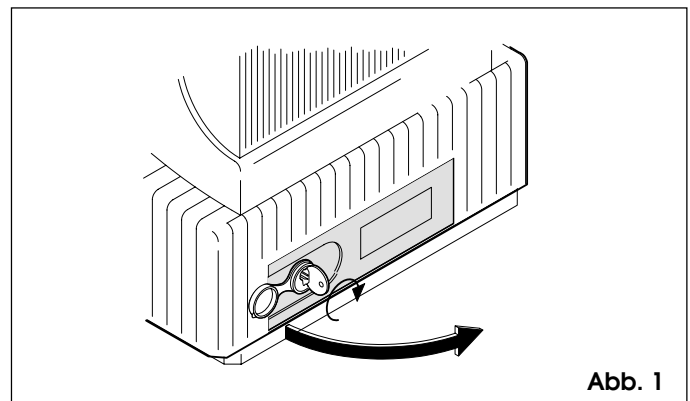

Abb. 1
Sollte infolge von Stromausfällen bzw. Betriebsstörungen ein manueller Torbetrieb erforderlich sein, ist das Entriegelungssystem (Abb. 1 - Pos.6) wie folgt zu betätigen:
- Schutzstöpsel abnehmen und mitgelieferten Schlüssel in das Schloß einstecken (Abb. 1)
- Schlüssel im Uhrzeigersinn drehen und Abdeckung des Entriegelungssystems gem. Abb. 1 öffnen.